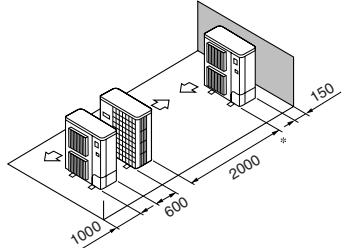

Fig. 2-12
⑤ Einzelanlagen in paralleler Anordnung (Fig. 2-12)